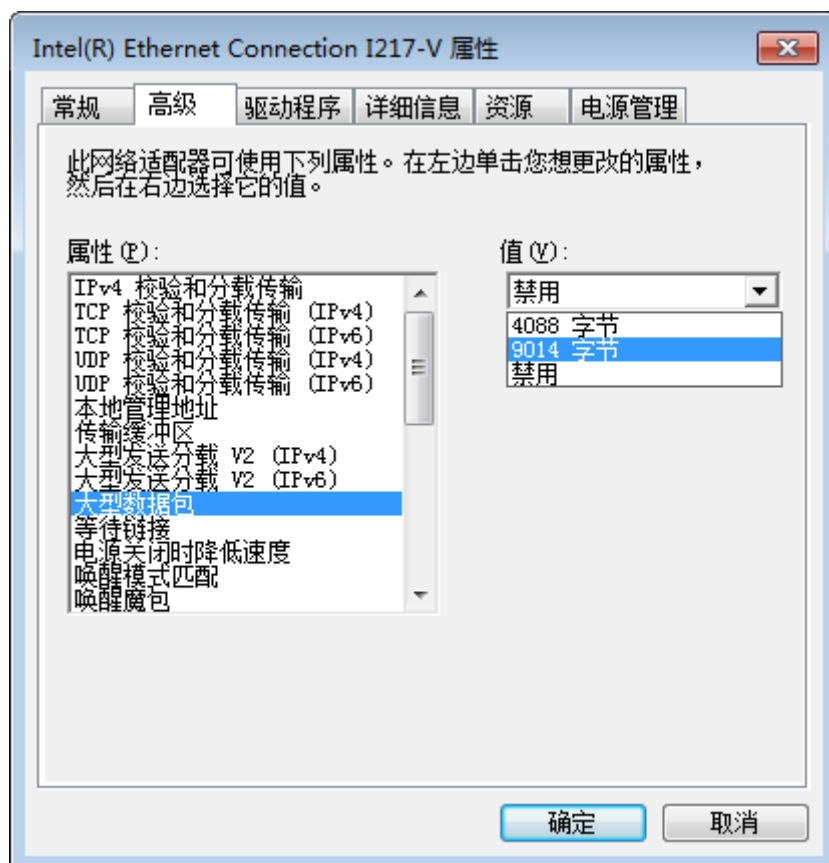

图4-3 网卡属性高级设置
- 依次点击控制面板》硬件和声音》设备管理器》网络适配器，选中对应的网卡，打开属性中的高级菜单，本地网卡大型数据帧设置为最大值 9014 字节，传输缓冲区和接收缓冲区均设置为 2048，中断节流率设置为极值。上述最大值视具体网卡情况不同，设置为最大值即可。具体设置如图 4-3 所示。